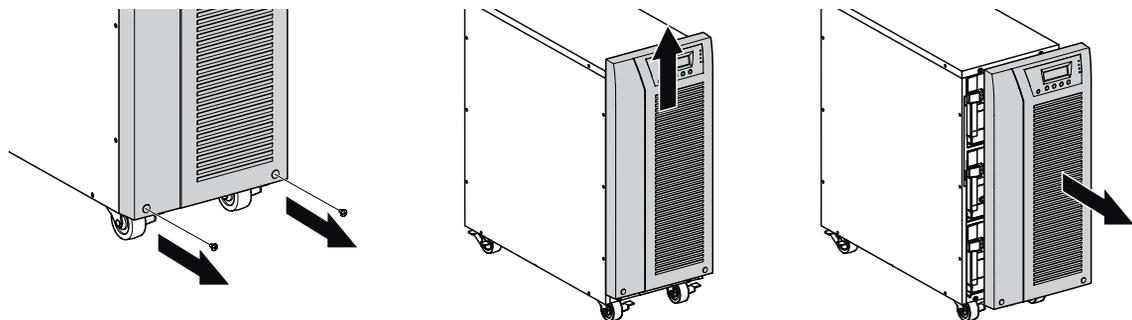

Figura 27. Rimozione del coperchio anteriore dell'UPS.
1. Rimuovere il pannello anteriore dell'UPS (vedere Figura 27).